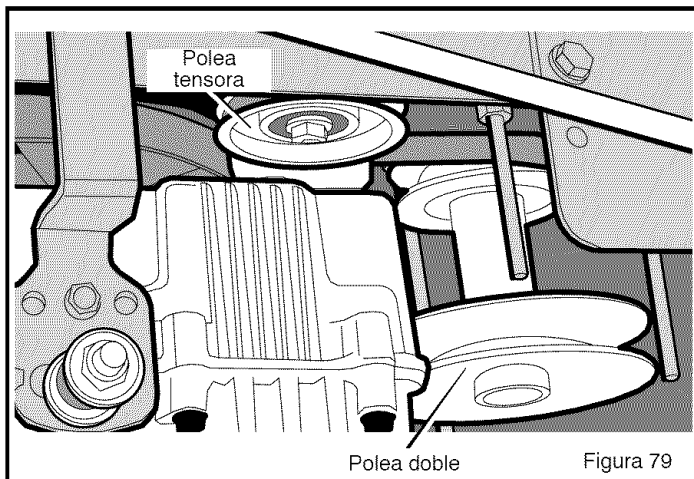

Figura 79
4. Saque la **polea tensora** (Figura 79).